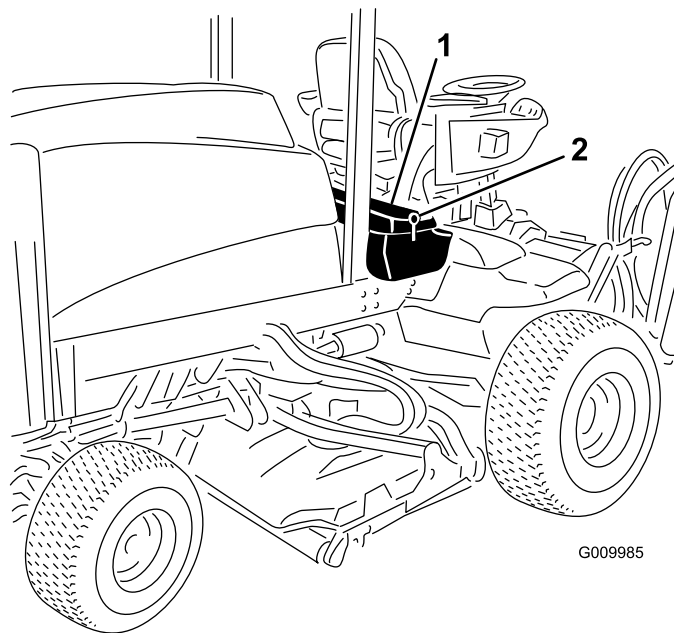
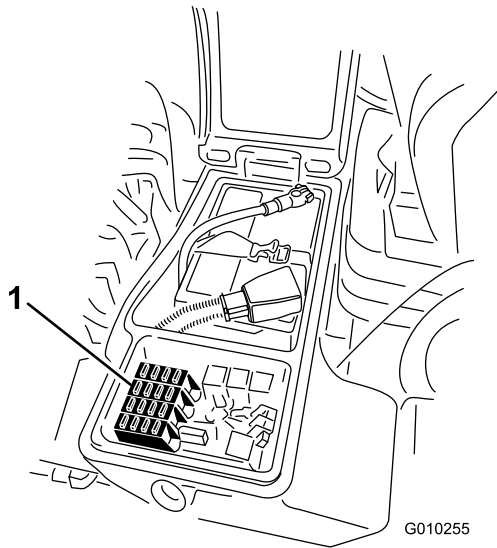

Figure 56
Figure 57
1. Ouvrez le verrou du couvercle du bac de rangement droit et soulevez le couvercle (Figure 56).
1. Ouvrez le verrou du couvercle du bac de rangement droit et soulevez le couvercle (Figure 56) pour exposer le porte-fusibles (Figure 57).
2. Remplacez les fusibles qui ont fondu selon les besoins (Figure 57).
3. Refermez le couvercle du bac de rangement droit et fixez-le en place avec le verrou (Figure 56).